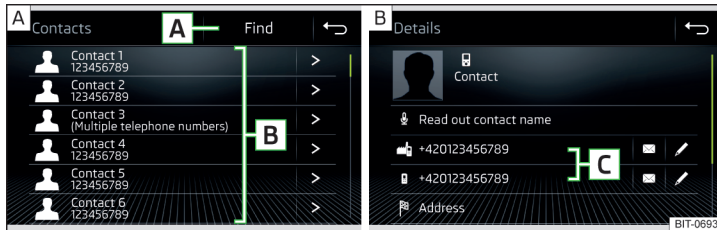

Abb. 197 Liste der Telefonkontakte / Kontaktdetails
► Im Hauptmenü *Telefon* die Funktionsfläche ☞ antippen, es wird eine Liste der Telefonkontakte angezeigt » Abb. 197- A.